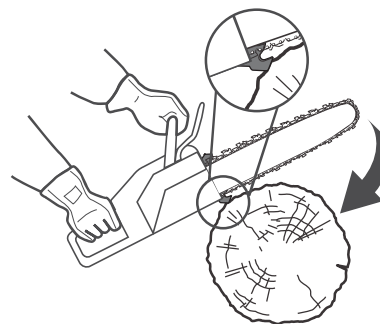

Fig. 28
5. Asegúrese de que la cadena (10) está funcionando a toda velocidad antes de entrar en contacto con la madera. Utilice el paragolpes con púas para fijar el producto en la madera antes de comenzar a cortar y utilícelo como punto para hacer palanca al cortar (Fig. 28).